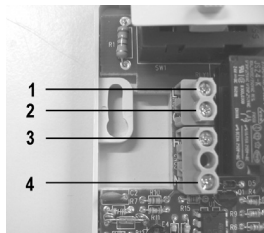

**Bild 3**
- Entfernen Sie die Befestigungsschraube im linken, nun freiliegendem Loch (siehe Bild 3).